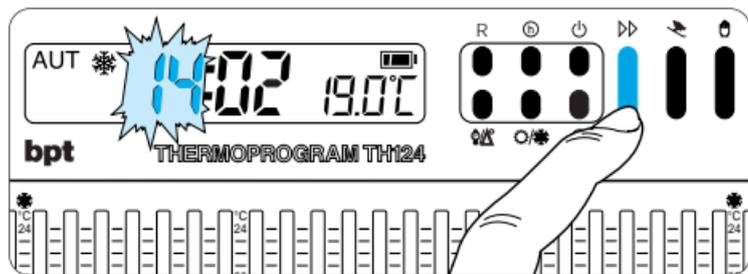

Fig. 18
5.4 - Premere il pulsante ▶▶ (fig. 18), sino a che non si raggiunge l'ora esatta.